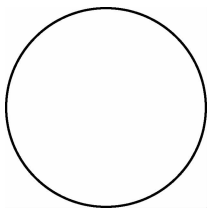

图 5-13 绘制直径为 100 mm 的圆
(1) 绘制直径为 100 mm 的圆, 如图 5-13 所示。